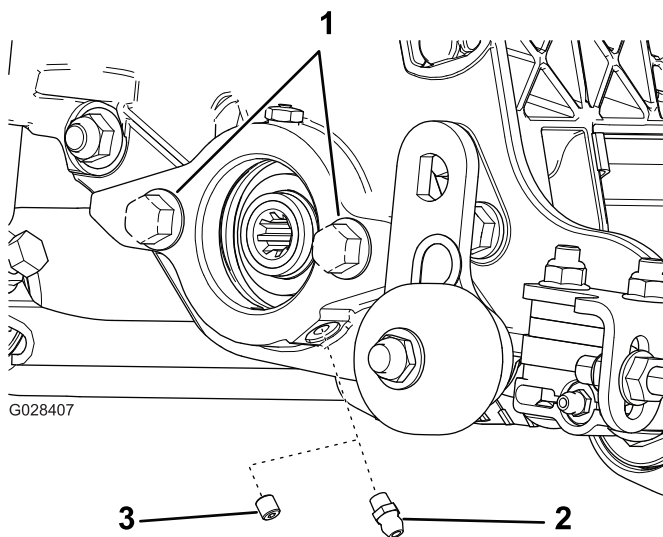

図 5
1. リールモータのサイドプレートの固定ねじを外す。ねじは廃棄する 図 5。
2. グリスフィッティングストレートを取り付ける 図 5。
3. リールモータのサイドプレートにボルトが付いていない場合は取り付ける 図 5。